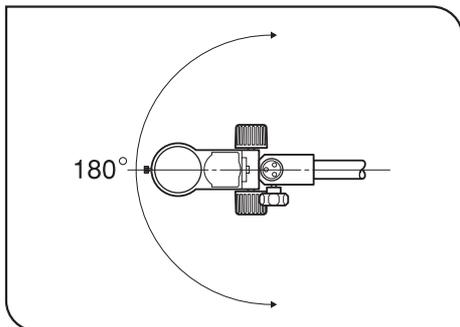

Abb. 8
4. Um den Bonder-Arm in horizontaler Richtung zu drehen, die Feststellschraube für die Drehung des Bonder-Arms lösen. (Abb. 8)